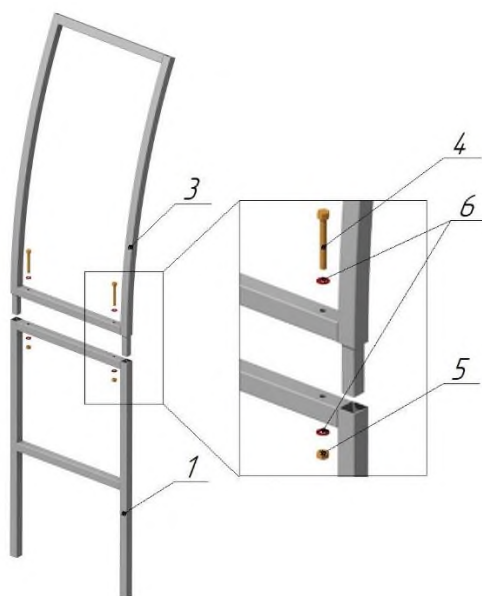

Рисунок 1
1. Вставить Дугу **Поз.3** в Ножку «Мама» **Поз.1**. (Рис. 1)
2. Зафиксировать их между собой помощью болтов **Поз.4**, шайб **Поз.6** и гаек **Поз.5**. (Рис. 1)